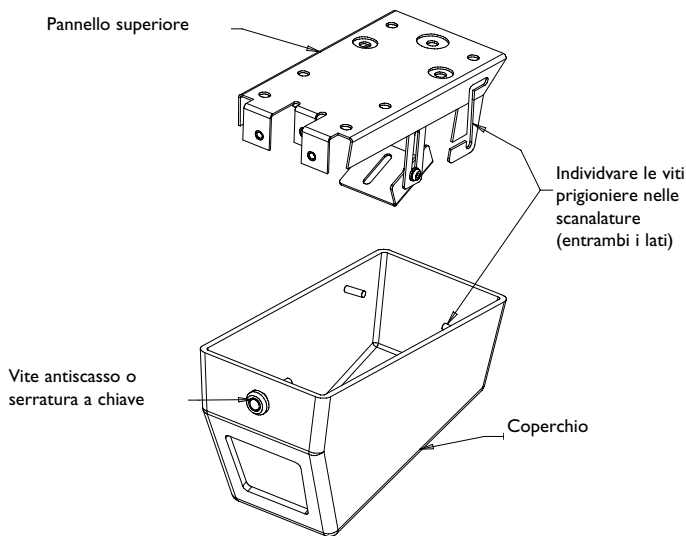

Figura 1: Rimozione del coperchio
2. I modelli LTC 9405/00 e 9405/03 richiedono l'impiego di uno strumento speciale per svitare la vite antiscasso situata sulla parte frontale del coperchio. Vedi figura 1.
I modelli LTC 9405/01 e 9405/05 richiedono l'impiego della chiave per aprire la serratura situata sulla parte frontale del coperchio. Vedi figura 1.